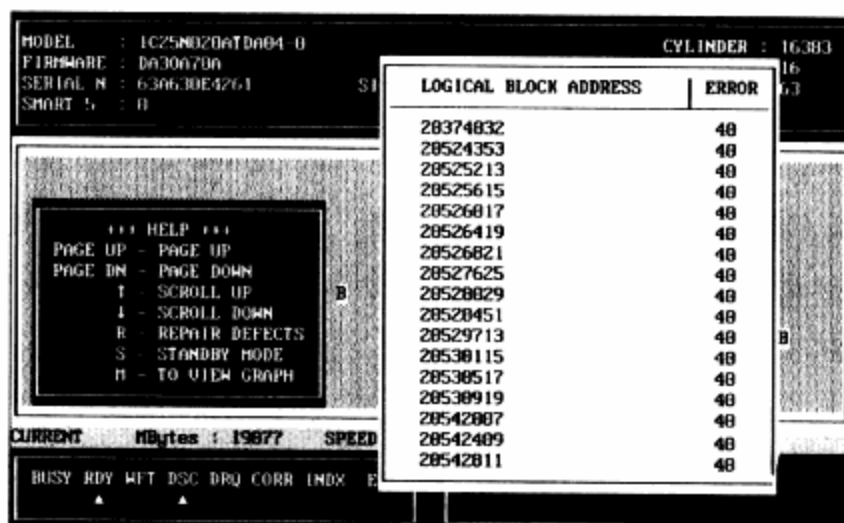

图9-21 检测完毕后
**步骤 05** 检测完成后会弹出主菜单，选择VIEW DEFECT LIST选项显示检测到的硬盘缺陷列表。按R键，THDD软件就会把坏扇区写入硬盘缺陷列表G-List，从而屏蔽坏道。如图9-21所示。